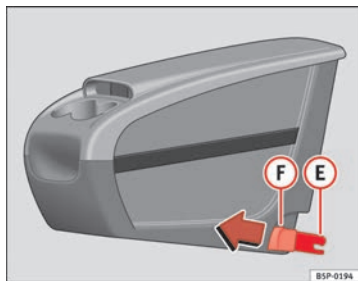
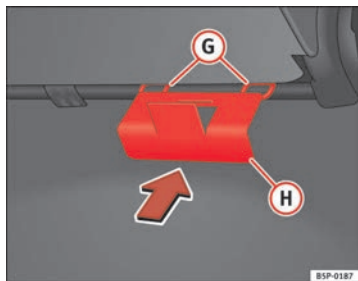

Abb. 112 Zusätzliche Ablage. Anbringen
Abb. 113 Halteplatte der zusätzlichen Ablage
- Die Halteplatte **(H)** ⇒ Abb. 113 der zusätzlichen Ablage vom Fahrzeuginnern aus auf der Rückseite des Sitzes befestigen. Sie muss sich zwischen der Lehne und dem Sitzkissen im Bereich des mittleren Rücksitzes befinden.
- Die beiden Befestigungselemente **(E)** ⇒ Abb. 112 zu den beiden Befestigungsringen **(G)** ⇒ Abb. 113 ausrichten und die beiden Klammern vollständig in die Befestigungsringe eindrücken.
- An den Knöpfen ⇒ Abb. 112 **(F)** der Klammern nach vorne ziehen (rote Knöpfe), bis sie hörbar ausgehängt sind.